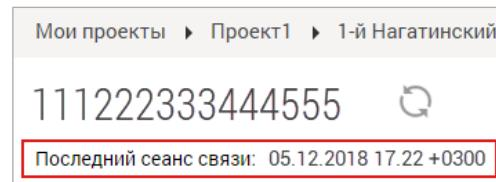

Рис. 25. Последний сеанс связи.
- В меню УСПД → Конфигурация в строке Последний сеанс связи появятся дата и время последнего нажатия (Рис. 25). Если данные не отобразились, нажмите кнопку **Обновить**